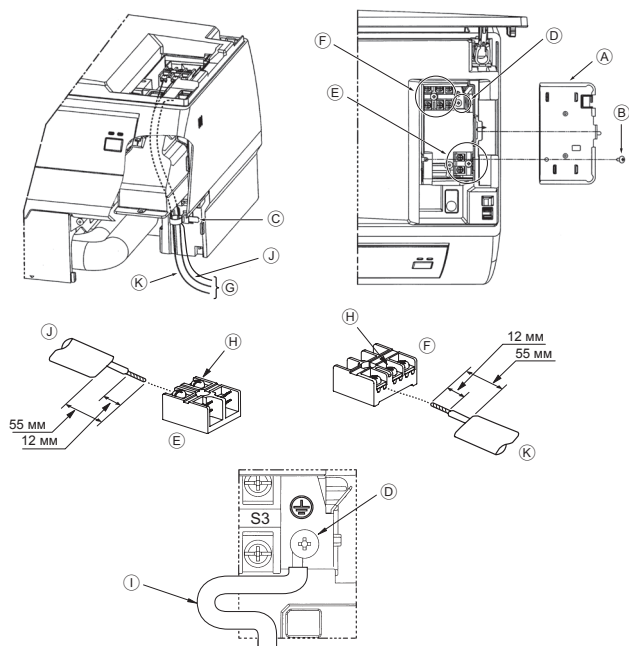

Fig. 6-1
■ РКА-M60, 71, 100КА(L) (Fig. 6-1)